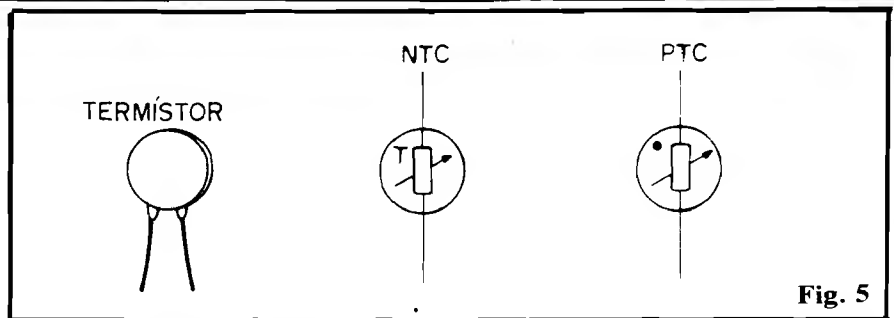

Fig. 5
- **FIG. 5** - Assim como um LDR "reage" à LUZ, alterando "automaticamente" seu valor ôhmico em função da intensidade da dita